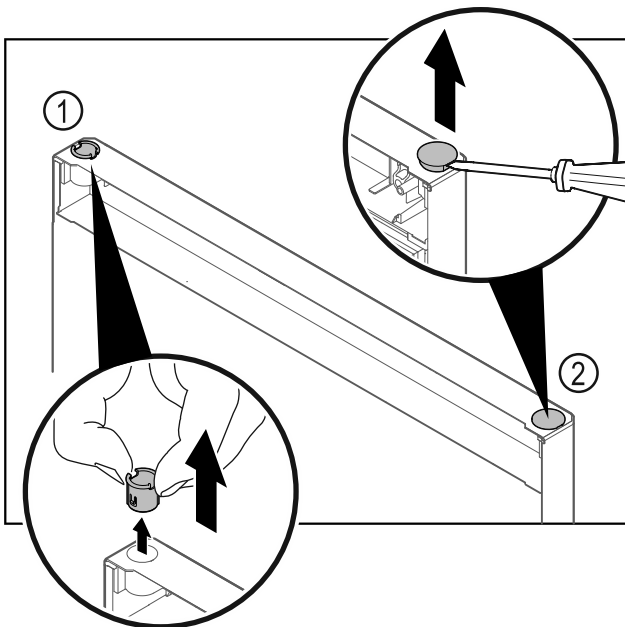

Fig. 22
- Trekk ut hengselbøssingen Fig. 22 (1) med fingrene.
- Løft dekkstøpselet Fig. 22 (2) forsiktig opp med en skruetrekker, og trekk det av.